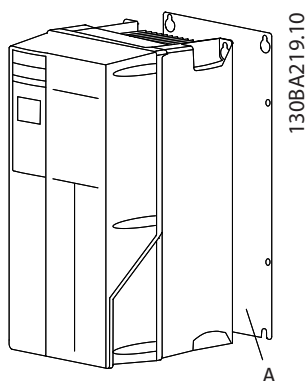
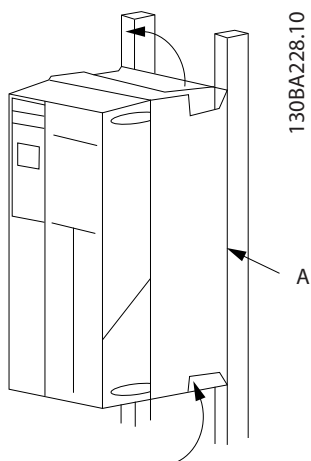

图 2.2 使用背板进行的适当安装
图 2.3 使用导轨进行的适当安装
- 为了提供冷却气流，请将设备安装到实心平面或选配的背板上 (请参阅 图 2.2 和 图 2.3)